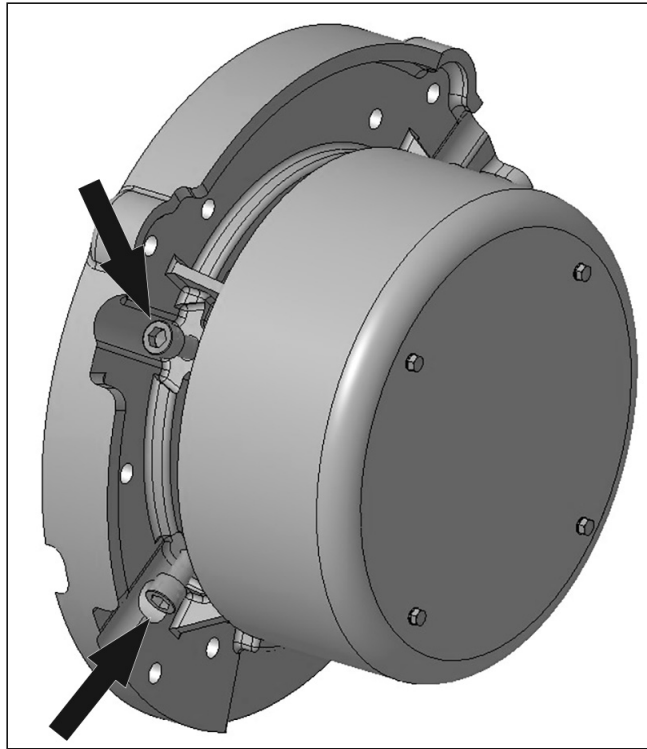

FIGURA 19. INSTRUÇÕES DE INSTALAÇÃO E REMOÇÃO DOS PARAFUSOS DE APOIO AO TRANSPORTE DO ROTOR
4. Substitua os parafusos de apoio ao transporte pelos 4 parafusos obturadores fornecidos e aperte até 50 Nm. Consulte: Figura 19 na página 32.
2. Localize e remova os 4 parafusos obturadores da tampa do rolamento da extremidade não motora. Consulte: Figura 19 na página 32.